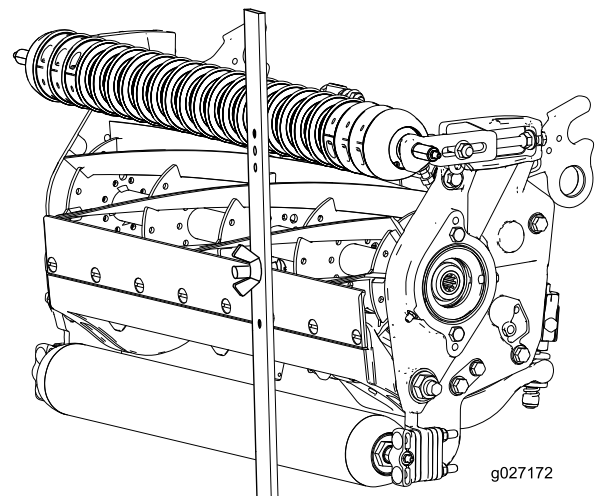

图17
4. 将螺丝头钩在底刀的刀刃上，并将调刀尺的后端放到后滚筒上 (图17)。
5. 旋转调节螺丝，直到前滚筒接触到调刀尺 (图17)。